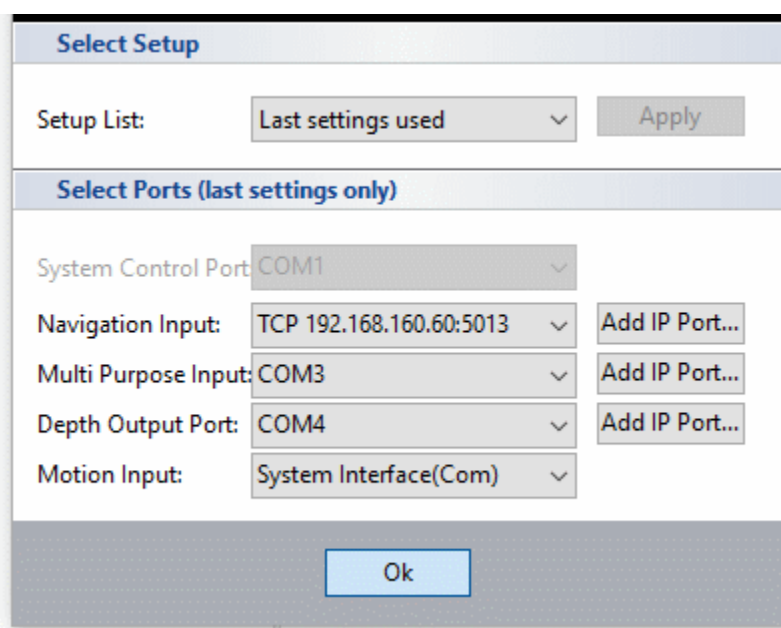

Figure 2: The SESWIN COM Port Setting
- Click the *SESWIN\_V2245\_24bit* icon on the desktop, the following window will show up (Figure 2 Fehler! Verweisquelle konnte nicht gefunden werden.).